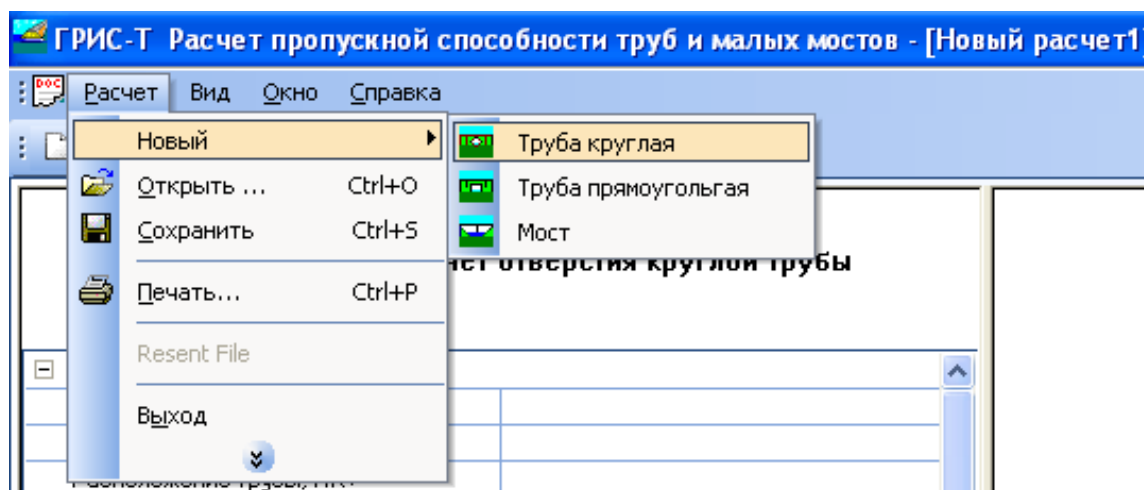

Рис. 12.1. Выбор типа сооружения
2. Для начала работы создайте новый проект: для этого в меню РАСЧЕТ выберите команду НОВЫЙ. В появившемся подменю выберите тип сооружения – ТРУБА КРУГЛАЯ (рис. 12.1).